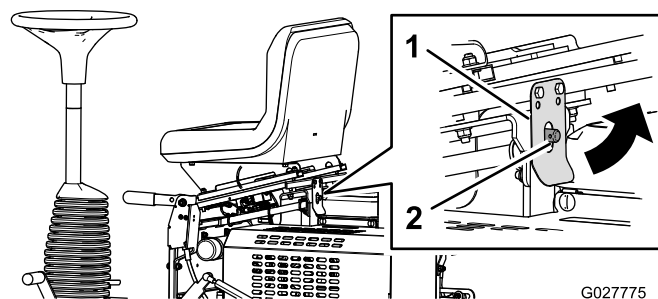

Figure 19
2. Tirez le verrou du siège en arrière et basculez le siège en avant (Figure 19).